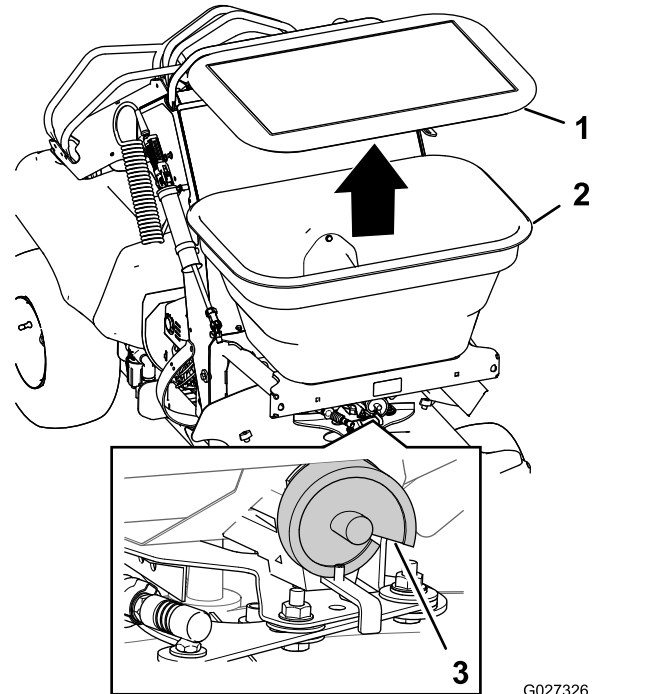

Figura 31
- Utilice la Tablas de esparcido \(página 35\) para determinar el ajuste de la leva del dosificador (Figura 31).
- Retire la tapa de la tolva, agregue el material a esparcir y coloque la tapa en la tolva (Figura 31).